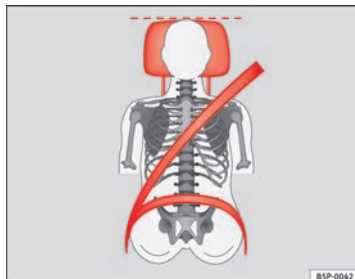
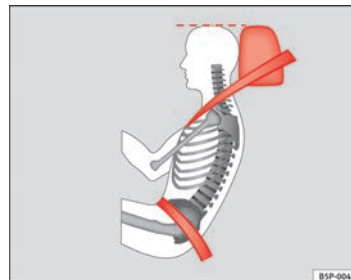

Fig. 71 Vue de face : appuie-tête et ceinture réglés correctement
Fig. 72 Vue de côté : appuie-tête et ceinture réglés correctement
- Ajustez l'appuie-tête de sorte que le bord supérieur de celui-ci soit à la même hauteur que la partie supérieure de la tête, et au minimum à la hauteur des yeux ⇒ fig. 71 et ⇒ fig. 72.